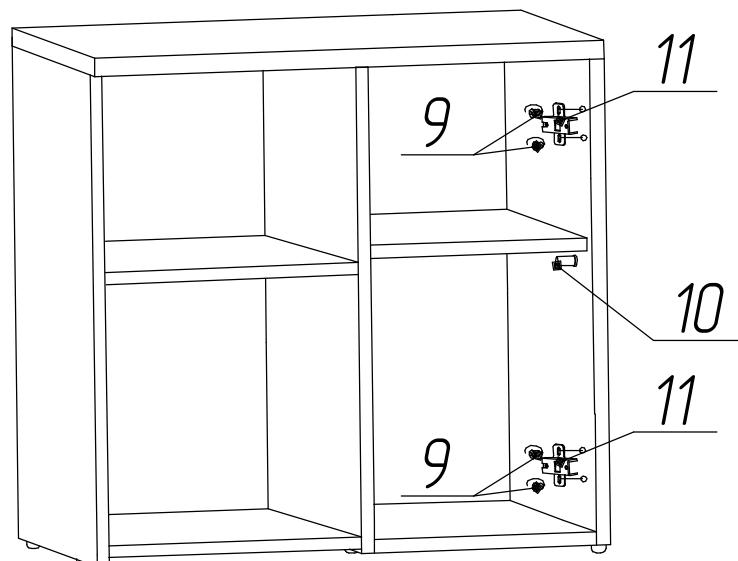

Рисунок 5
15. Петлю поз.11 разъединить и левую часть петли прокрепить к стенке боковой поз. С с помощью шурупов поз.9 (см. рисунок 5).